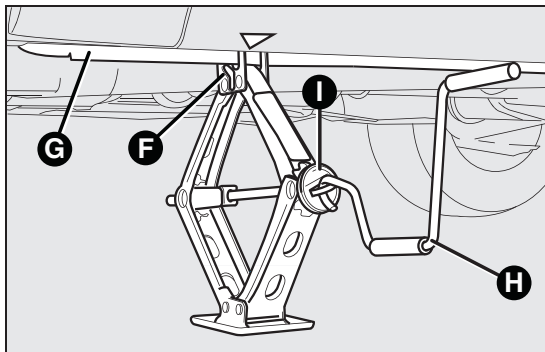

fig. 99
- ☐ draai de slinger van de krik zo dat de krik iets omhoog komt fig. 99;
- ☐ controleer of de groef F fig. 99 van de krik goed om de rand G fig. 99 van de chassisbalk valt;
- ☐ plaats de slinger H fig. 99 in de krik I fig. 99 en zet de auto omhoog, totdat het wiel enige centimeters los is van de grond. Als u de slinger draait, moet u zorgen voor voldoende werkruimte, zodat u geen schaafwonden aan u hand oploopt door contact met de grond. Ook de bewegende delen van de krik (schroefdraad en scharnieren) kunnen letsel veroorzaken: Reinig uw handen zorgvuldig als deze met vet in contact zijn geweest;